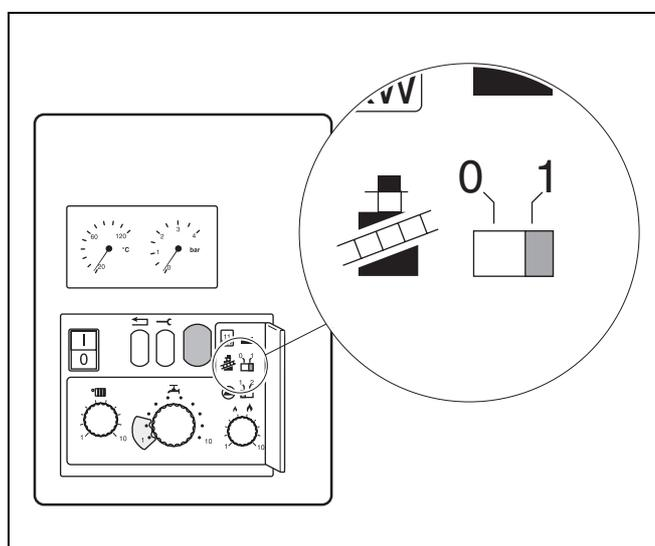

Fig. 28 Interruttore spazzacamino
- Mettere l'interruttore spazzacamino (fig. 28) in posizione "1".